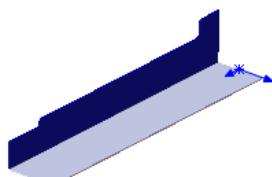
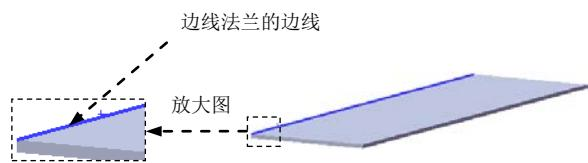

图 12.5.4 边线—法兰 1
图 12.5.5 边线法兰的边线
(4) 单击  按钮，完成基体—法兰 1 的创建。
Step3. 创建图 12.5.4 所示的钣金特征——边线—法兰 1。
(1) 选择命令。选择下拉菜单 **插入(I)** → **钣金(H)** → **边线法兰(E)...** 命令（或单击“钣金”工具栏中的  按钮）。
(2) 定义特征的边线。选取图 12.5.5 所示的模型边线为生成的边线法兰的边线。